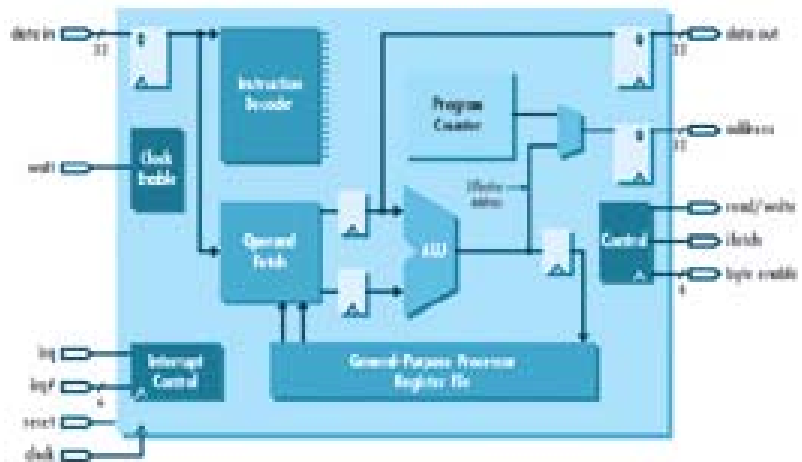

Рис. 5. Структурная схема процессорного ядра Nios
ства типа SoPC могут при помощи специальных программных средств перестраиваться как на аппаратном, так и на программном уровне. Таким образом можно создавать системы с любой архитектурой. Разработчику же предоставляются широкие возможности не только для создания программного обеспечения, но и для модификации аппаратных блоков и узлов системы, и, что особенно важно, в том числе процессорного ядра. Для разработки систем на кристалле фирма Altera предлагает систему проектирования Excalibur, в которую входит программное обеспечение для встраиваемого процессорного ядра Nios (структурная схема приведена на рис. 5). Благодаря аппаратной и программной гибкости систем типа SoPC, они могут использоваться в качестве базового ядра во встраиваемых системах разного назначения (компьютерной периферии, системах промышленной автоматики, устройствах обработки сигналов, оборудовании для средств связи и многом другом) [7, 8]. Процессорным ядром системы служит RISC-процессор Nios – первый 32 (16)-разрядный процессор, созданный на базе микросхем программируемой логики APEX. Кроме процессора Nios с помощью системы проектирования Excalibur фирмы Altera можно создавать и различные периферийные модули, подключаемые к шине PCI, а также модуль быстрого преобразования Фурье, модуль